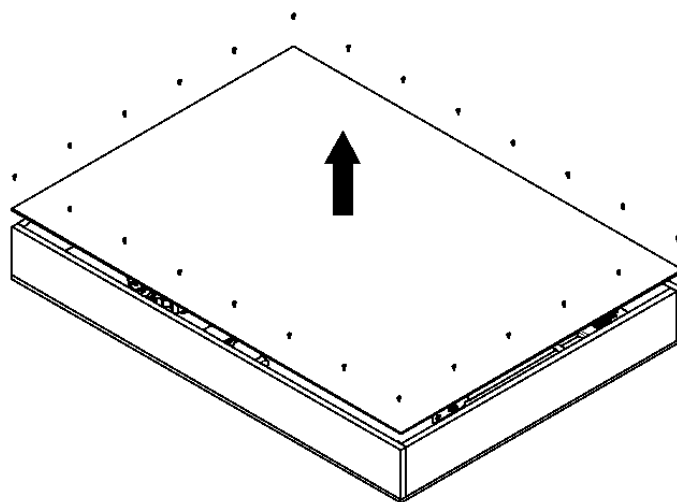

Fig.1
1. Otwieranie paczki K-ROT Fig. 1